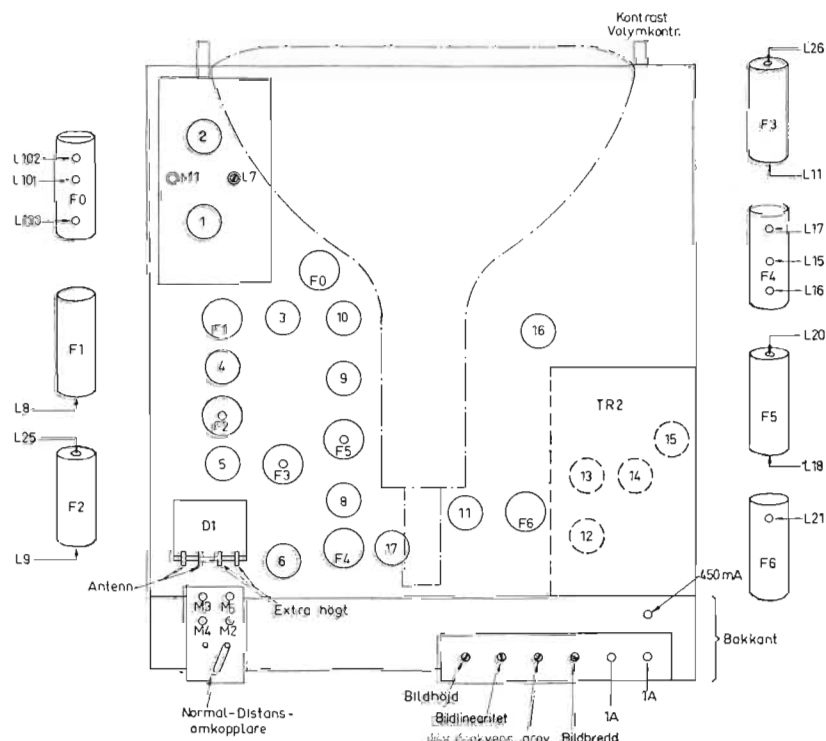

Fig. 7. Trimpunkter i TV-mottagare typ 206 TV, 210 TV och 214 TV från Centrum Radio.
2) Trimmpunkternas läge framgår av fig. 7.